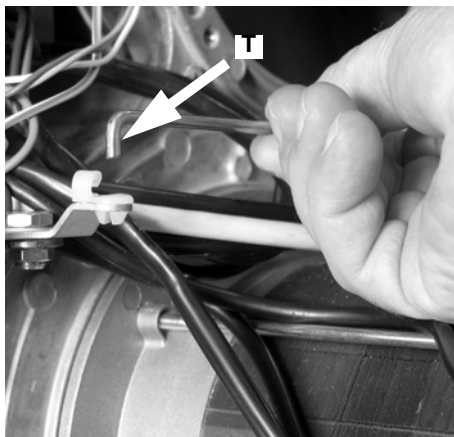

Fig. 27
- Extraer el tirante T de su alojamiento como se muestra en Fig. 27.
- Volver a poner el tirante T (Fig. 27).